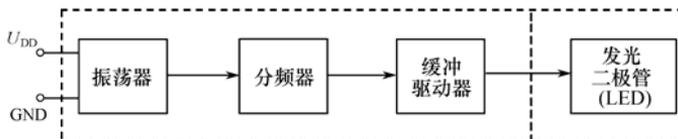

图 2.6.7 闪烁发光二极管内部电路框图
④ **闪烁发光二极管 (BTS)**：闪烁发光二极管是一种由 CMOS 集成电路和发光二极管组成的特殊发光器件，一般应用于报警指示及欠压、过压指示。其内部电路框图如图 2.6.7 所示。